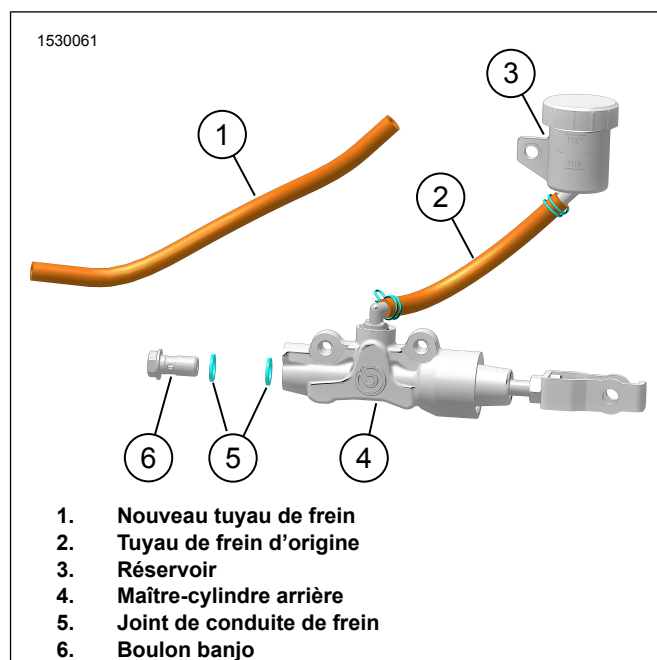

Figure 2. Maître-cylindre arrière
7. Voir la figure 2. Remplacer le tuyau de frein du maître cylindre arrière.
- a. Retirer le tuyau de frein d'origine (2) et l'éliminer.
- c. Installer un nouveau tuyau de frein (1) provenant du kit.